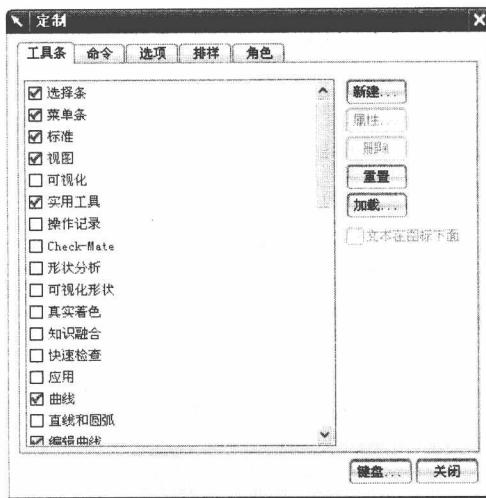

图 1.12 “工具条”选项卡
(1) 选择“工具”|“定制”命令，弹出“定制”对话框，打开“工具条”选项卡，如图 1.12 所示。选择所需的工具条，并在该工具条名称前面方框中打“√”，该工具条出现在屏幕上。